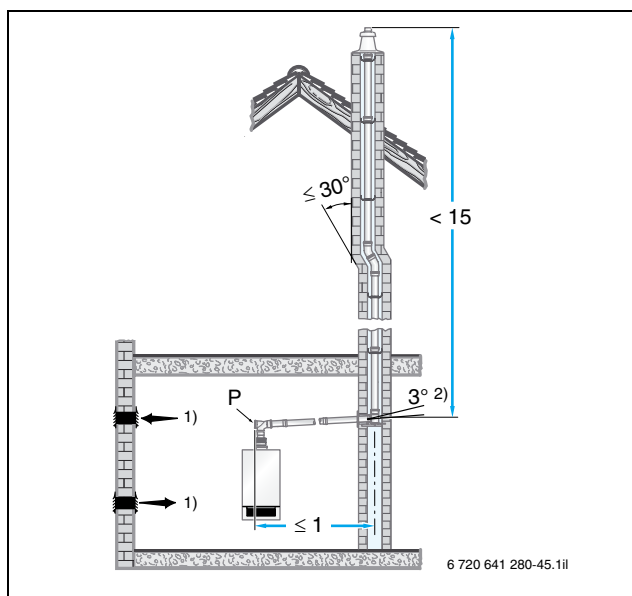
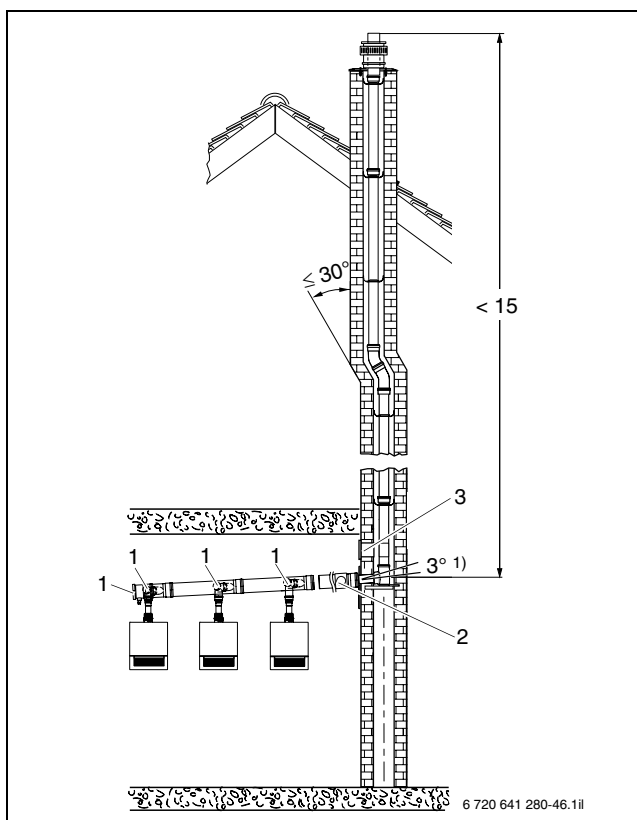

Рис. 89. Пример расположения ревизионного отверстия (P) для горизонтального дымоотвода без отклонений (поворотов) в котельном помещении (размеры в м)
Рис. 90. Пример расположения ревизионного отверстия с каскадом (размеры в м)
В соответствии со стандартами DIN 18160-1 и DIN 18160-5 дымоотводные системы, работающие в режиме забора воздуха из помещения, должны быть легкодоступны для контроля и чистки. Для них необходимо запроектировать ревизионные отверстия (рис. 89 и рис. 90).
- на торце прямого горизонтального участка дымоотвода на расстоянии не более 1 м от поворота в вертикальный участок, если между этими точками нет отвода (рис. 89, стр. 116), или
- сбоку на горизонтальном участке дымоотвода на расстоянии не более 30 см от поворота в вертикальный участок (рис. 90, поз. 2).
- нижнее ревизионное отверстие для DN160 и DN200 расположено в соответствии с рис. 90, поз. 3;
- нижнее ревизионное отверстие выполнено в соответствии с DIN 18160-1 и 18160-5 (рис. 89 и рис. 90).